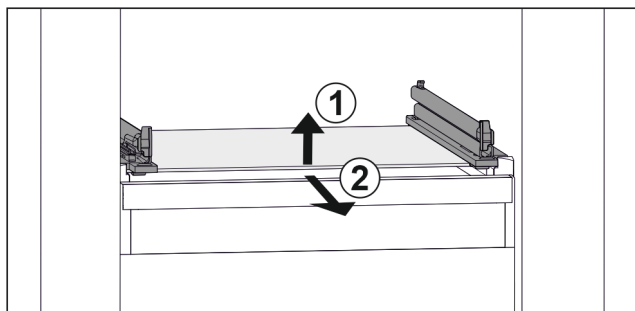

Fig. 50 Klaasplaadi näitlik kujutis
- Tõstke klaasplaat eest üles. Fig. 50 (1)
- Võtke klaasplaat ettepoole välja. Fig. 50 (2)